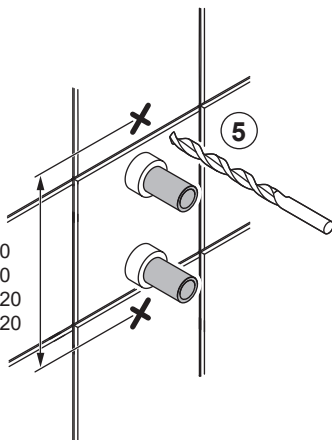

Fig. 1
Alla infästningar med skruv genom tätskikt ska tätas, se "Fig. 1" eller "Fig. 2". Material för tätning ska fästa mot underlaget och vara vattenbeständigt, mögelresistent och åldersbeständigt.
5. The screw mountings where the bath or shower will be installed should be of a sturdy design, for instance made of concrete, wooden studs, wooden nogging pieces or a design that has been tested and approved for mounting. If mountings are fitted with screws through the moisture barrier, the holes must be sealed. See "Fig. 1" or "Fig. 2". The sealant material must attach firmly to the underlying surface and be water-resistant, mould-resistant and non-ageing.
5. Skru innfestinger på steder for bad eller dusj skal gjøres i betong eller annen massiv konstruksjon, trebjelker, trestendere eller i konstruksjon som er testet og godkjent for innfesting. Alle innfestinger med skru gjennom tettesjikt skal tettes, se "Fig. 1" eller "Fig. 2". Materialet for tetting skal feste mot underlaget og være vannbestandig, muggresistent og aldersbestandig.